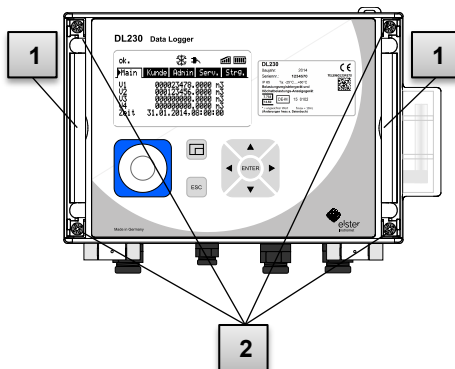

Abb. 20
11. Schließen Sie das Gehäuse mit Hilfe der vier Gehäusedeckelschrauben (Abb. 20, Pos. 2).